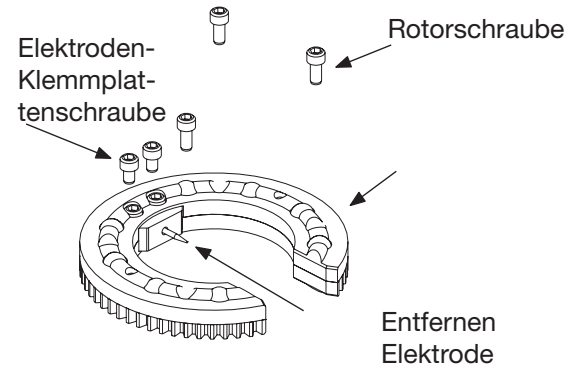

Abbildung 32 Entfernen der Rotor- und Elektroden-Klemmplattenschrauben
2. Den Rotor auf eine saubere, trockene Oberfläche legen, so dass die Rotoröffnung nach oben zeigt. Den Zahnring vom Kontaktring trennen, so dass sich die zwei Rotorstifte reinigen lassen. Siehe Abbildung 32.